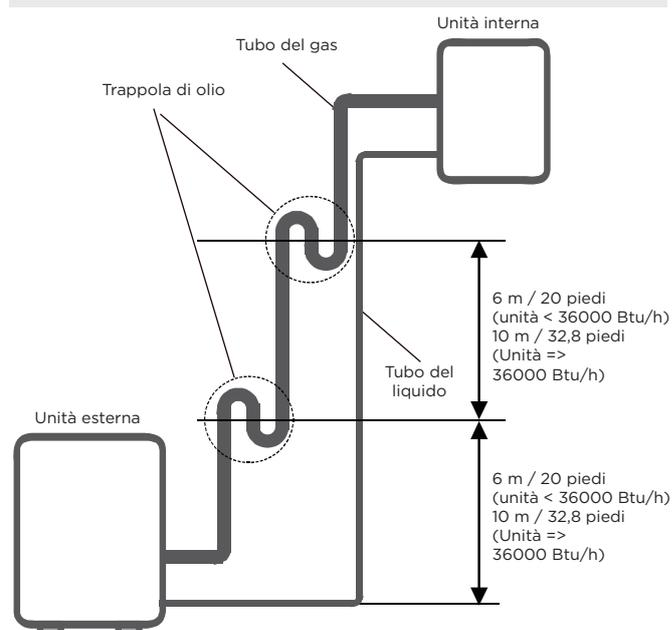

Fig. 6.1 L'unità interna è installata più in alto rispetto all'unità esterna
-Se l'olio ritorna nel compressore dell'unità esterna, ciò potrebbe causare la compressione del liquido o il deterioramento del ritorno dell'olio. Le trappole dell'olio nel tubo del gas in aumento possono impedirlo. Una trappola di olio deve essere installata ogni 6 m (20 piedi) o 10 m (32,8 piedi) di riser verticale della linea di aspirazione. (Vedi Fig. 6.1)